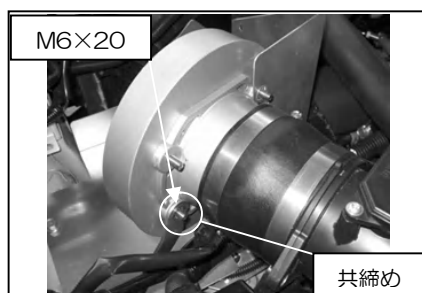
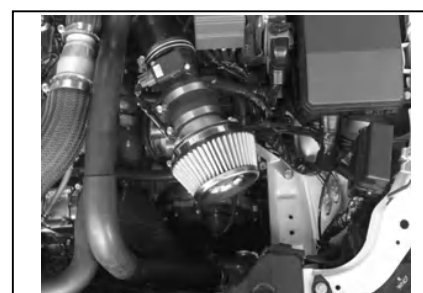

図 9
図 10
M6×20 と M6×15 を使用して組み立てます。使用箇所は図9を参照して下さい。
- ⑤組み立てたアダプターASSYを車両へ取付けます。先に取付けたステーとM6ナットで共締めします。図9参照
- ⑥各部に干渉が無いよう位置を調整し、全てのボルト、ナット、ホースバンドを締めます。
- ⑦コア本体をアダプターへ取付けます。図10参照